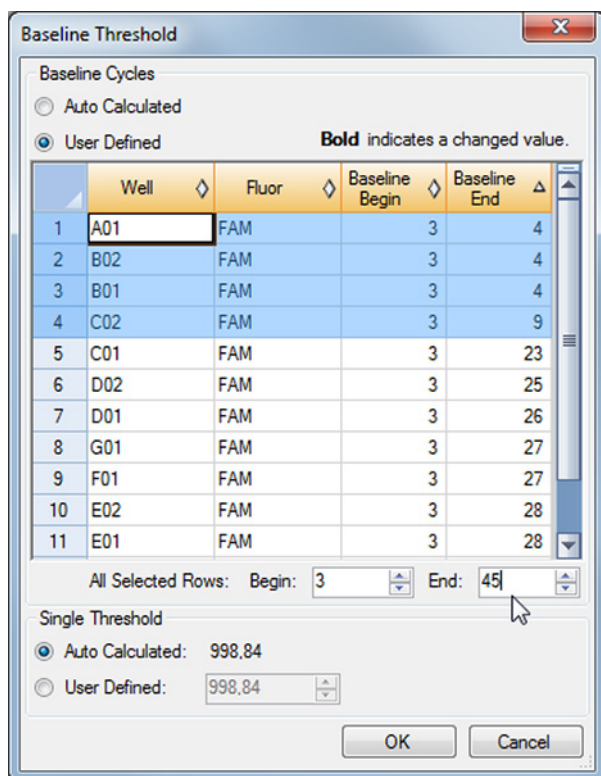

Figura 5: Finestra di dialogo Baseline Threshold (Soglia basale)
3. Nella barra dei menu della finestra Data Analysis (Analisi dei dati) fare clic su **Settings** → **Baseline Threshold...** (Impostazioni → Soglia basale...) per aprire la finestra di dialogo Baseline Threshold (Soglia basale) (vedere figura 5).
5. Selezionare tutte le righe che presentano dei valori **Baseline End** (Fine basale) da 1-9 (vedere figura 5).
6. Impostare il valore nel campo **End:** (Fine:) a 45 per le righe selezionate (vedere figura 5).
9. Ripetere i passi 3-7 per il canale di rilevamento VIC™ (IC) e Cy5 (HSV-2 target).